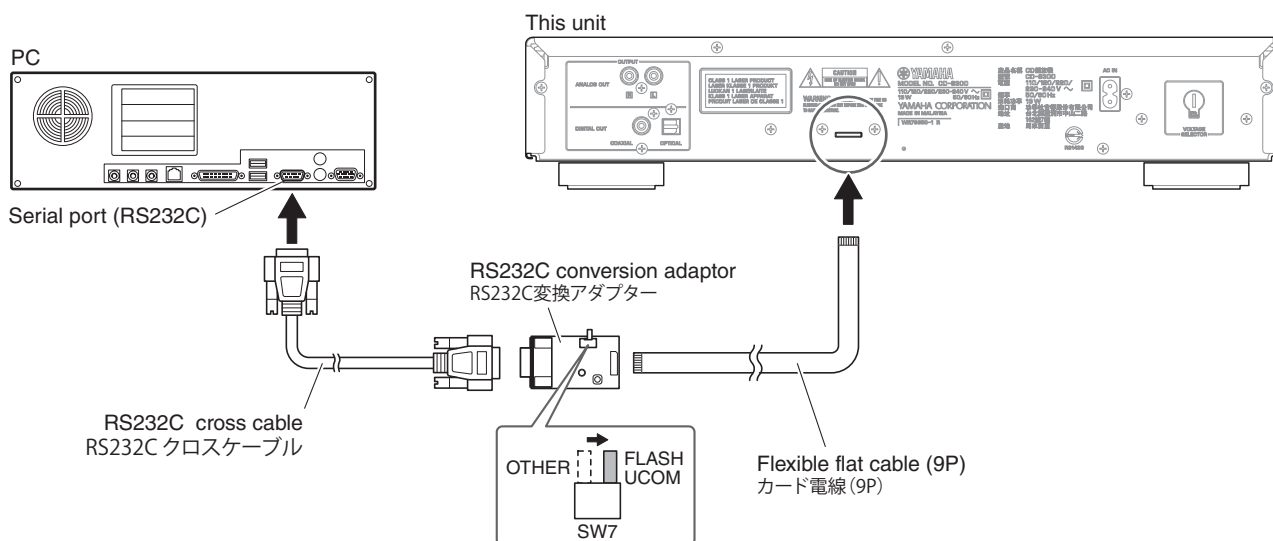

Fig. 1
1. Set the switch (SW7) of RS232C conversion adaptor to the "FLASH UCOM" position. (Fig. 1)
2. Connect the writing port (CB902 of OPERATION P.C.B.) located on the rear panel of this unit to the serial port (RS232C) of the PC with RS232C cross cable, RS232C conversion adaptor and flexible flat cable as shown below. (Fig. 1)
1. RS232C 変換アダプターのスイッチ (SW7) "FLASH UCOM" 側に設定します。(Fig. 1)
2. 本機の書き込み用ポート (OPERATION P.C.B. の CB902) と PC のシリアルポート (RS232C) を下記のように接続します。(Fig. 1)